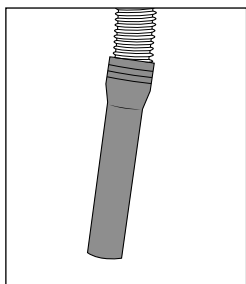

Fig. 9
- ◆ Brug sugeslangen 23 til opsugning af større smudspartikler (se fig. 9).